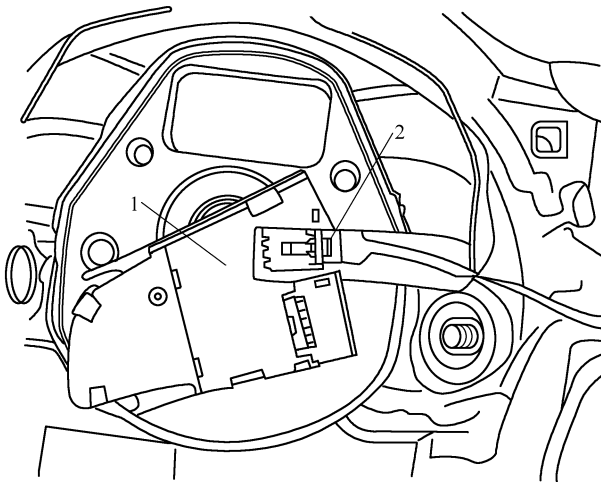

图 10-2-8 脱开插接器 2 并取下
- (4) 如图 10-2-8 所示，脱开多功能按钮 1 上 Tiptronic 手动电控换挡程序开关的插接器 2 并取下。
(4) 如图 10-2-8 所示，脱开多功能按钮 1 上的插接器 2。